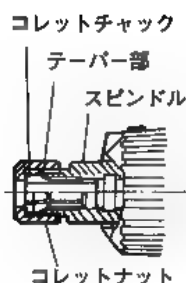

図 7
- トイシを取付ける場合は、図7に示すテーパ部にスピンドル油(ミシン油でも結構です)を少量塗布してからコレットナットを締めてください。